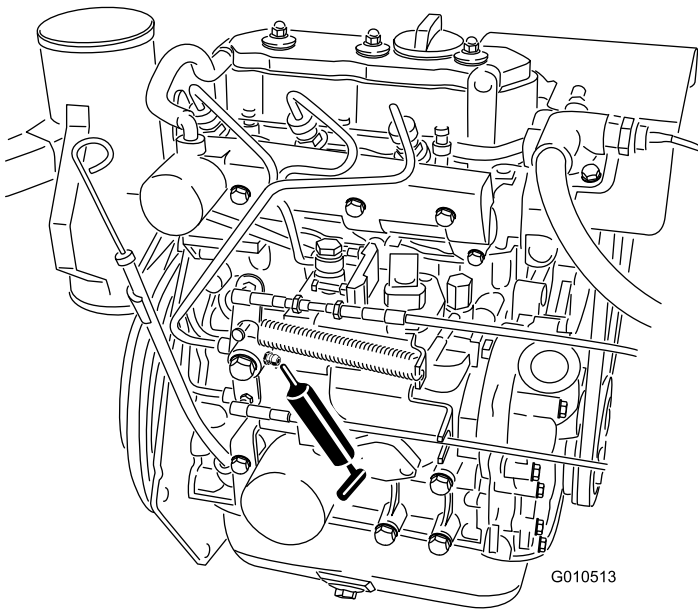

Figura 44
- Braço de elevação (1) (Figura 44)